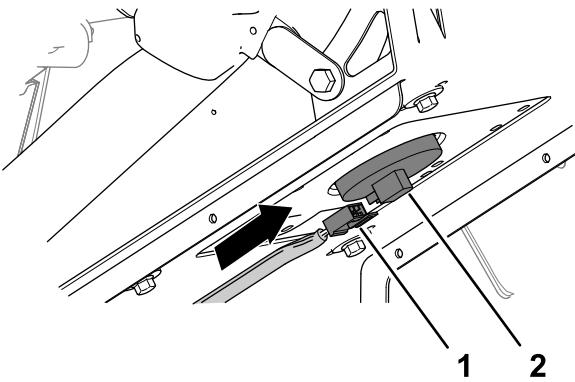

图225
6. 将机器线束的 2 插槽接头插入座椅开关的接头直至接头稳固锁定图225。